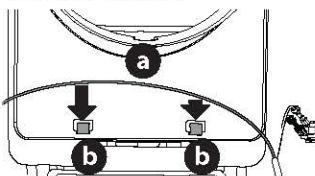

Figure 12
- Placez le faisceau du phare (a) entre les deux guides (b) sur le devant du déflecteur (Figure 12).